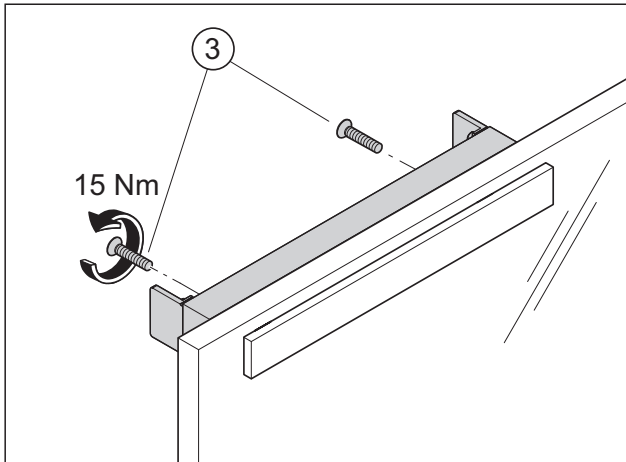

Abb. 12 Die Anschraubplatte und die Gegenplatte an der Glastür fixieren
3. Die Anschraubplatte und die Gegenplatte mit einem Drehmoment von 15 Nm an der Glastür fixieren (Abb. 12).